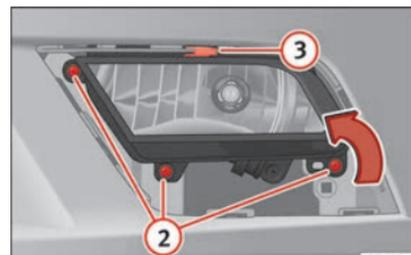

Fig. 96 Farol de nevoeiro.
- Retire os parafusos (3x) » Fig. 96 ② para extrair o farol de nevoeiro.
- Retire o grampo metálico que se encontra na parte superior do farol de nevoeiro, puxando para fora do veículo » Fig. 96 ③.